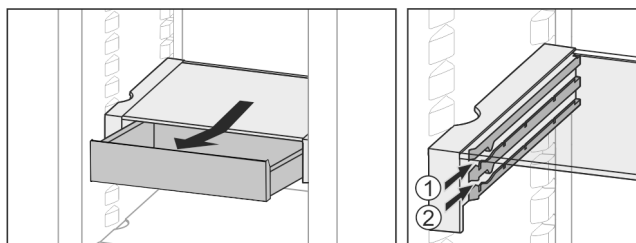

Fig. 36
- ▶ 在任意高度 Fig. 36 (1) 或 Fig. 36 (2) 推入。